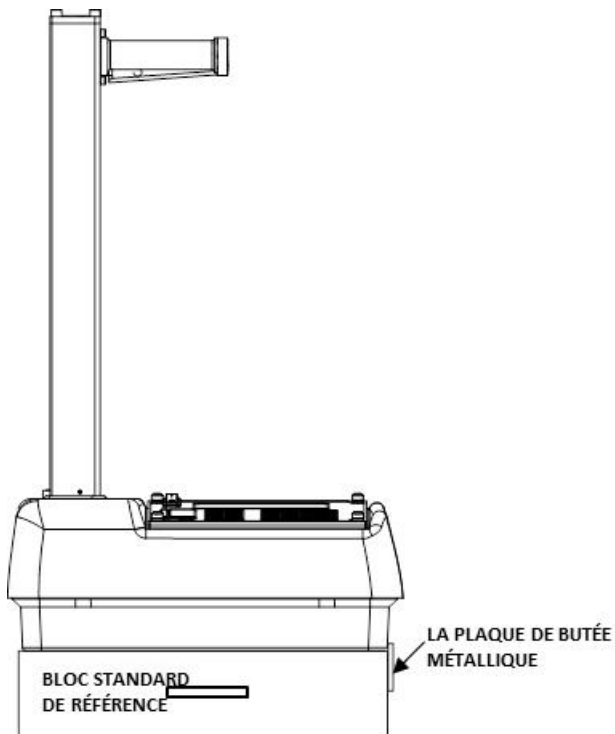

Figure 9. Position de comptage standard
4. Comme indiqué dans la Figure 9, placer l'appareil sur le bloc standard de référence, avec le côté droit de l'appareil (côté clavier) contre la platine métallique de butée.
5. Depuis l'écran *Prêt*, appuyer sur **<STD>**. L'appareil affiche les comptages standards de densité (DS) et d'humidité (MS) :
2. S'assurer que l'appareil est correctement placé sur le bloc standard de référence (voir Figure 9).